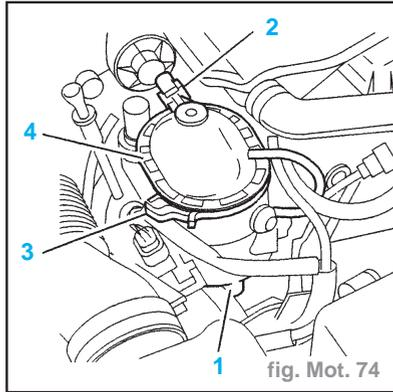

fig. Mot. 74
- Impératif :** Avant d'effectuer cette opération, vider le corps en ouvrant la vis de purge (1) un tube plastique permet l'évacuation du gazole, le non-respect de cette opération entraîne l'écoulement du gazole sur le mécanisme d'embrayage (fig. Mot. 74).